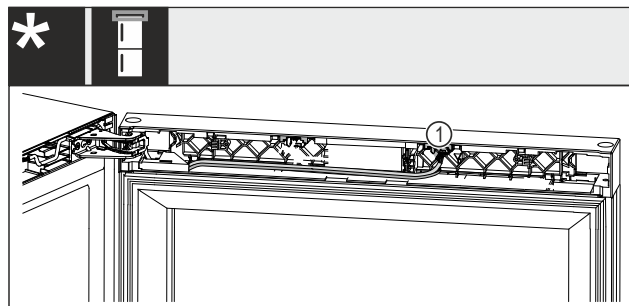

Fig. 25 Kombinácie vinotéky a mrazničky*
- ▶ Vytiahnite zástrčku Fig. 25 (1) z hniezda.*